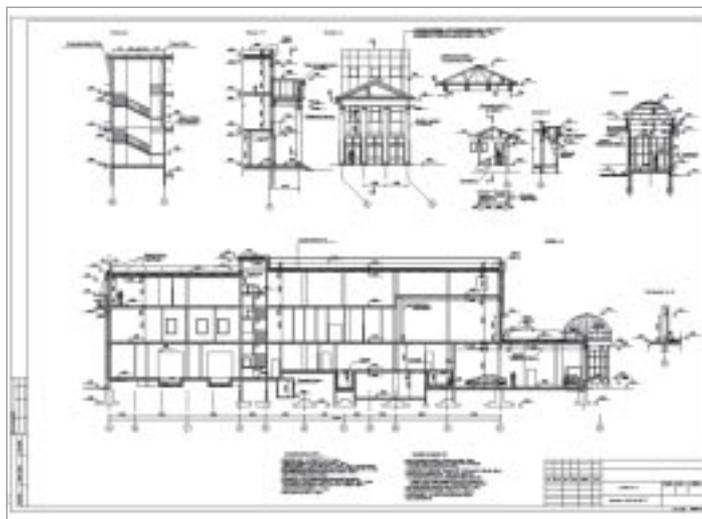

Рис. 11
- позволяет получить изображения фасадов, разрезов, перспектив, интерьеров с любых ракурсов (рис. 11, 12);